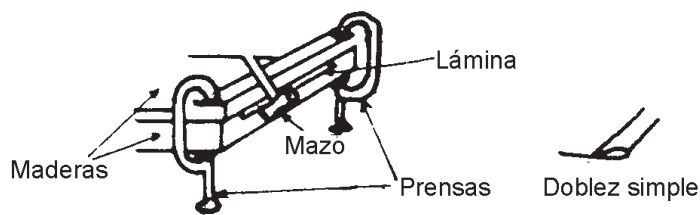

Figura 1
- Golpea suavemente con el mazo a lo largo de la pestaña, doblando poco a poco la lámina, hasta completar el doblez (figura 1).